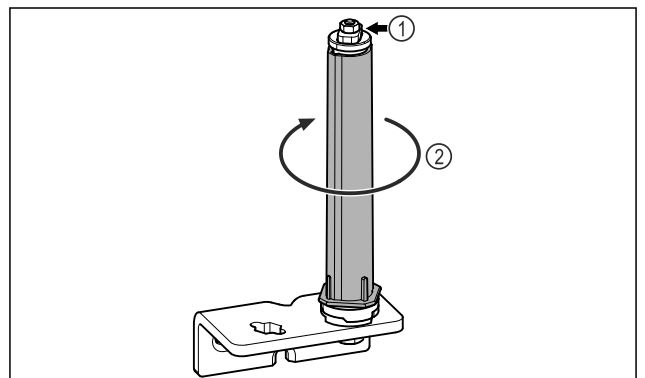

Fig. 23
- Türschließsystem Fig. 23 (1) nicht zerlegen.
- ▶ Schließsystem Fig. 23 (2) drehen, bis es klickt.